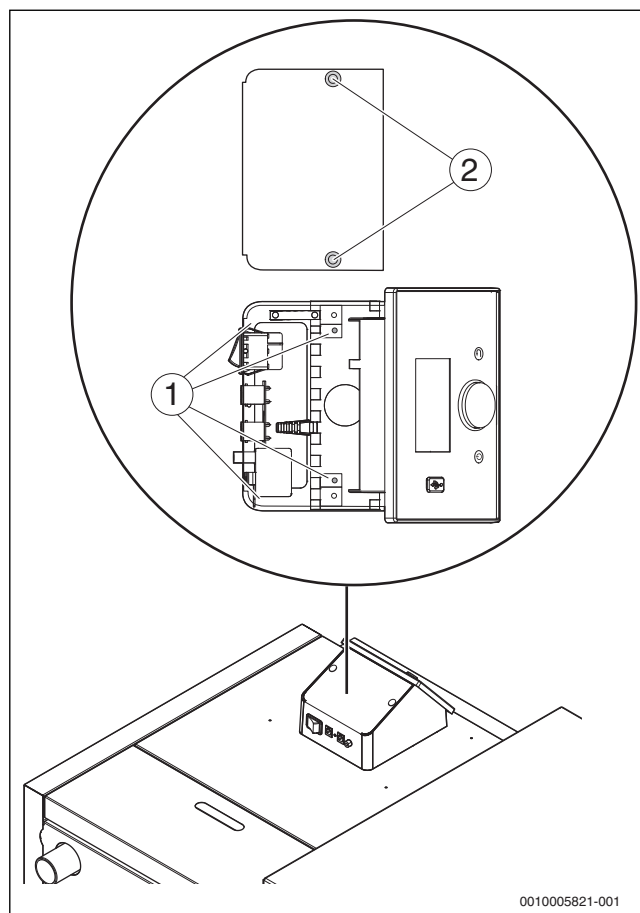

Fig. 22 Însurubarea automatizării
- Scoateți capacul regulatorului (→ Fig. 22).
- Așezați automatizarea pe capacul cazanului și fixați-o cu șuruburi (→ Fig. 22, [1]).
- Capacul automatizării se așează și se fixează cu șuruburi după racordarea tuturor cablurilor (→ Fig. 22, [2]).